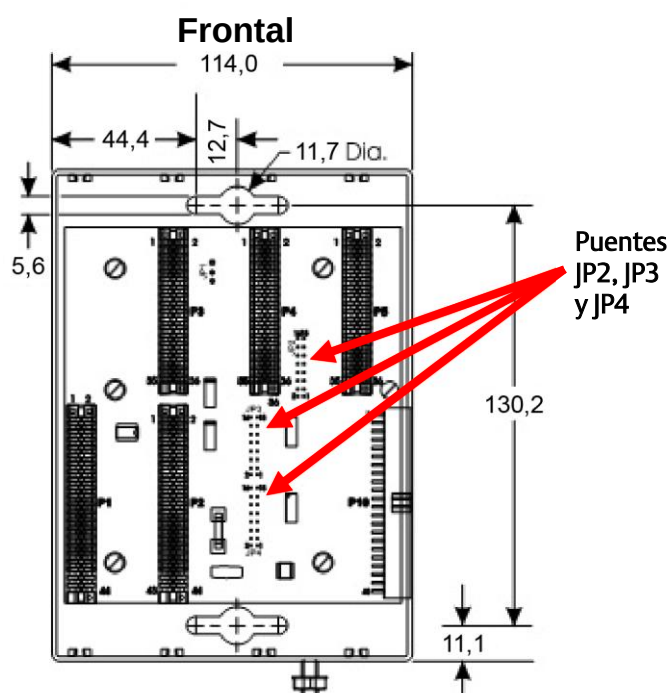

Figura 2. Dimensiones (en milímetros) de la carcasa de base de 4 ranuras del ControlWave Micro
- Carcasa de base.** Colóquela según lo desee en la placa de montaje de la carcasa y ubique los orificios de montaje en la placa con el ControlWave Micro como plantilla. Vea la *Figura 2* para obtener las dimensiones. Perfore y rosque orificios de montaje en la placa. Coloque el ControlWave Micro sobre las ubicaciones roscadas y conecte la placa con cuatro tornillos (no se proveen). Ajuste los tornillos en un par de 1,1 a 1,4 N-m aproximadamente.
Nota: Si está conectando una carcasa de expansión a una carcasa de base de 4 u 8 ranuras, quite los tres terminadores de bus (JP2, JP3 y JP4, se muestran en la *Figura 2*) del plano posterior de la carcasa de base de 4 u 8 ranuras.
Las carcasas de base tienen una orejeta de conexión a tierra (vea la *Figura 2*) que se adapta a un tamaño de cable de hasta 5,19 mm (4 AWG). Después de instalar la base y cualquier carcasa de expansión y antes de instalar cualquier módulo en las carcasas de base o de expansión, debe tender un cable a tierra entre la orejeta de conexión a tierra de la carcasa de base y una buena conexión a tierra conocida. Todas las conexiones a tierra deben tener una varilla a tierra o rejilla de tierra con impedancia de 2,0 ohmios o menos, medida con un probador de sistemas de tierra. El conductor de tierra debe tener una resistencia de 1 ohmio o menos entre la conexión a tierra de la carcasa del ControlWave Micro y la varilla o la rejilla de tierra.